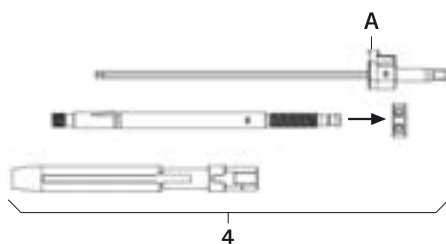

Fig. 1
- Desmontar la palanca de reposición 4, ver Fig. 1: Presionar fuerte el botón A y retirar el destornillador FW234R.